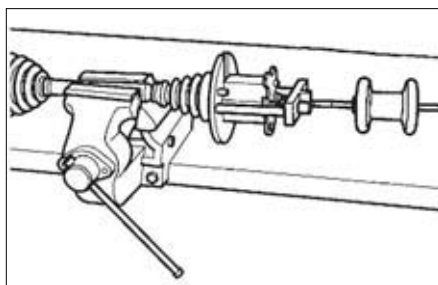

FIG. 5
- Extraire le boîtier du tripode à l'aide d'un outil à inertie (Fig.5).